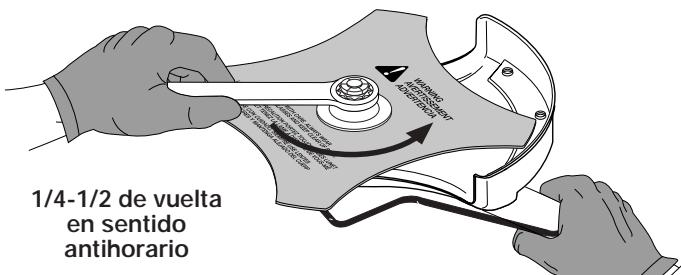

Fig. 13
• Si no tiene una llave de torsión, use una llave de boca cerrada de 5/8 de pulgada o de casquillo, gire la tuerca hasta que el retén de la cuchilla esté ajustado contra el buje del eje. Verifique que la cuchilla esté bien instalada, luego gire la tuerca 1/4 a 1/2 vuelta más en sentido antihorario (Fig. 13).